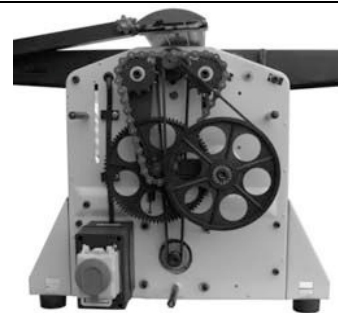

Рис. 18
16. ТЕХНИЧЕСКОЕ ОБСЛУЖИВАНИЕ (РИС. 18, 19)